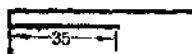

图 1
- i. 把紫铜棍用砂皮磨光塞进电阻内，留出 20 毫米作烙铁头。如无合适的紫铜棍而用粗铜丝代替时，可在离粗铜丝 35 毫米的一端对折钳紧后塞进电阻内(图 1)。